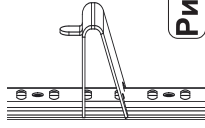

Рис.2.2
1.2. Поджать нижнюю часть упора так, что бы нижний язычок был зафиксирован в отверстии. Рис. 2.2